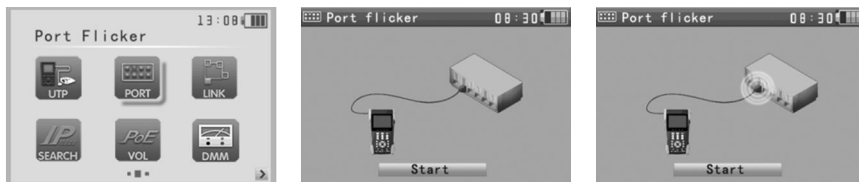

Рис.26 Подменю **Port flicker**
2. С помощью кнопок  выберите подменю  и нажмите  (Рис.26).
Далее подключите к порту «LAN» тестера кабель UTP, а другой конец кабеля к оконечному сетевому оборудованию (коммутатор и т.д.). Чтобы подать сигнал от тестера к порту сетевого устройства, нажмите . Порт сетевого оборудования начнет быстро мигать, это будет указывать на подключенный к нему UTP-кабель. Если потребуется отменить передачу сигнала от тестера к сетевому оборудованию, то ещё раз нажмите кнопку . Когда порт оконечного сетевого оборудования будет идентифицирован, на экране тестера появится изображение мигающего порта (Рис. 26). Чтобы выйти из подменю , нажмите кнопку .